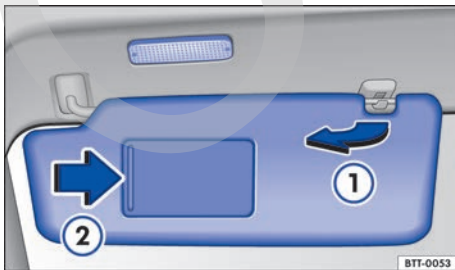

Fig. 62 Parasol.
- Extraer del soporte y girar en dirección a las puertas → fig. 62 ①.
En la parte posterior del parasol se encuentra un espejo de cortesía provisto de una tapa. Al abrir la cubierta → fig. 62 ② se enciende una luz.